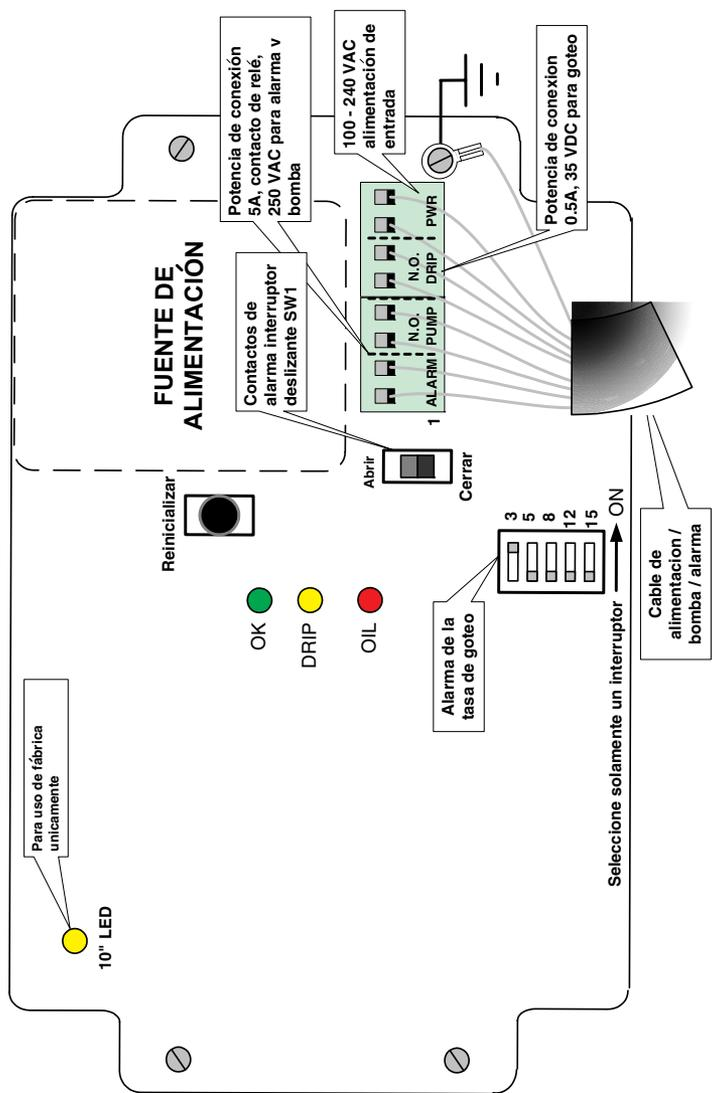

Figura 6: Drippard – diagrama del cableado
Cablear el Drippard según lo indica la Figura 6. Las conexiones se describen en detalle en la Tabla 2.
1. Conecte el alambre verde a un tornillo o perno del chasis, preferiblemente usando una terminal de anillo. Véase la Figura 6.
2. Ajuste el ritmo de goteo de la alarma requerido utilizando el interruptor DIP (ver Figura 6). Seleccione solo un interruptor.
Consulte la Figura 6 para la ubicación de los botones, interruptores e indicadores.
Los niveles de la alarma del aceite se seleccionan para una tasa de goteo de 3, 5, 8, 12 o 15 gotas por minuto (ver Figura 6).
1. Quitando la tapa del Dripgard y apretando el botón de reinicializar (ver Figura 6).